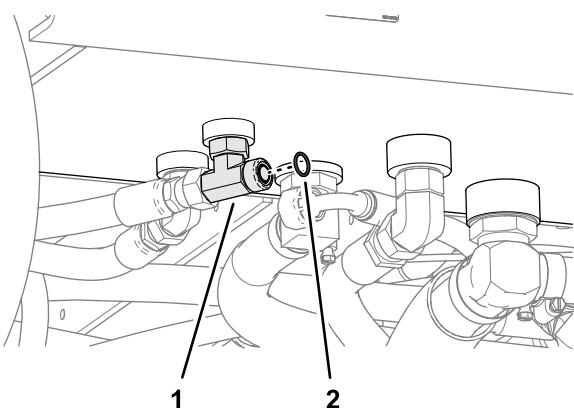

図 130
5. ス油圧タンクのT字継手の面にあるOリングを取り外します(図 130)。
6. 新しいOリング 12.4/1.8 mm を T字継手の溝に取り付けます(図 130)。